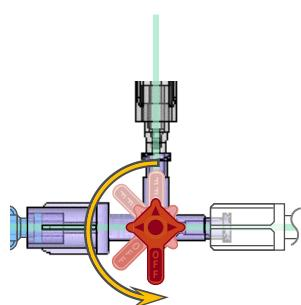

Figure 7 – Reprise du mode d'économie
- b. Pour permettre la reprise du mode d'économie du produit de contraste, orienter le robinet DyeVert Power XT de sorte qu'il soit en mode ON vers le *robinet de sélection de la valve* et le cathéter. (Voir Figure 7)